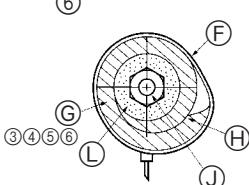

Fig. 7-3
- ⑥ Bağlantı kesiti (Fig. 7-3)
- ⑦ Bant ⑨
- ⑧ Boru kapakları ③ ④ ⑤ ⑥
- ⑩ Sıkın
- ⑪ Soğutucu boruları için ısı yalıtımı
- ⑫ Soğutucu boru testisi